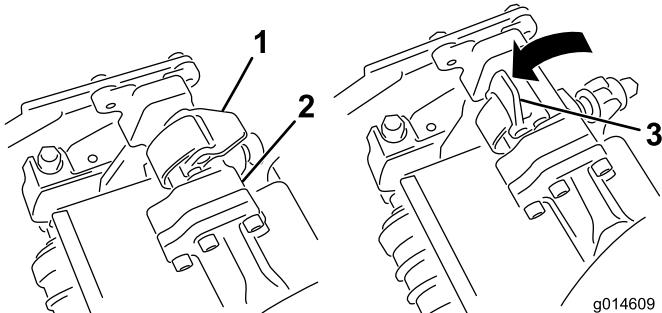
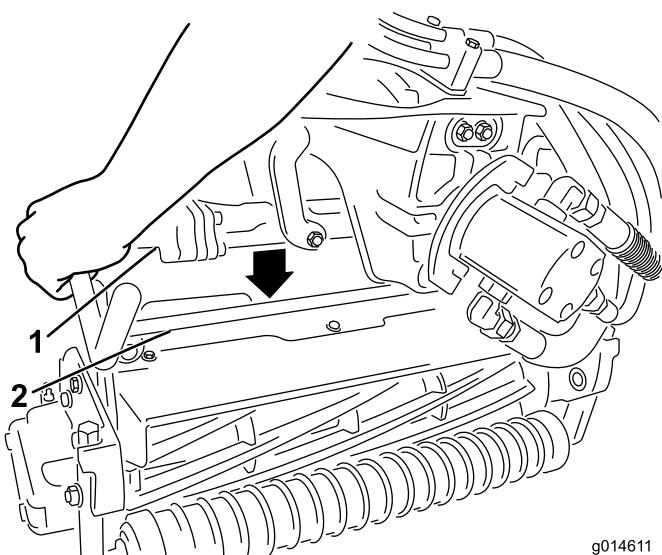

Figure 36
Figure 37
- 4. Les verrous de la barre de bras de suspension étant orientés en haut (c.-à-d. ouverts) (Figure 36), poussez le bras de suspension vers le bas pour que la barre s'engage sur la barre transversale en haut du plateau de coupe (Figure 37).
5. Fermez les verrous autour de la barre du plateau de coupe et bloquez-les en place (Figure 36).
5. Ouvrez les verrous sur la barre du bras de suspension appartenant au plateau de coupe que vous voulez déposer (Figure 36).